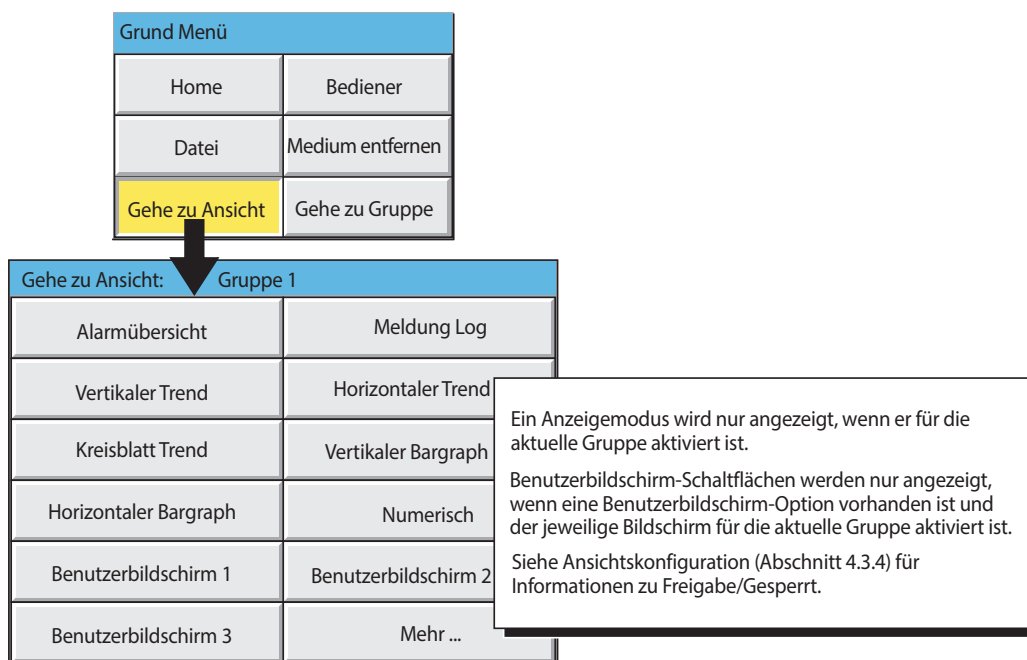

Abbildung 3.2.1a Grund Menü mit Untermenü „Gehe zu Ansicht“
- Gehe zu Ansicht** Erlaubt dem Benutzer, den Anzeigemodus für die aktuelle Gruppe auszuwählen, wie in Abbildung 3.2.1a gezeigt. Anzeigemodi, die im Menü „Ansichtenkonfiguration“ (Sektion 4.3.4) nicht für diese Gruppe aktiviert sind, werden nicht angezeigt. Alternativ können die Anzeigemodi mit dem Pfeil-nach-oben und dem Pfeil-nach-unten durchsucht werden. Die Schaltfläche „Gehe zu Ansicht“ bietet auch eine alternative Möglichkeit, die in Sektion 3.1.4 beschriebene Alarm Übersichtsseite aufzurufen, und ermöglicht außerdem den Zugriff auf die unten beschriebenen Seiten „Meldung Log“ der aktuellen Gruppe.